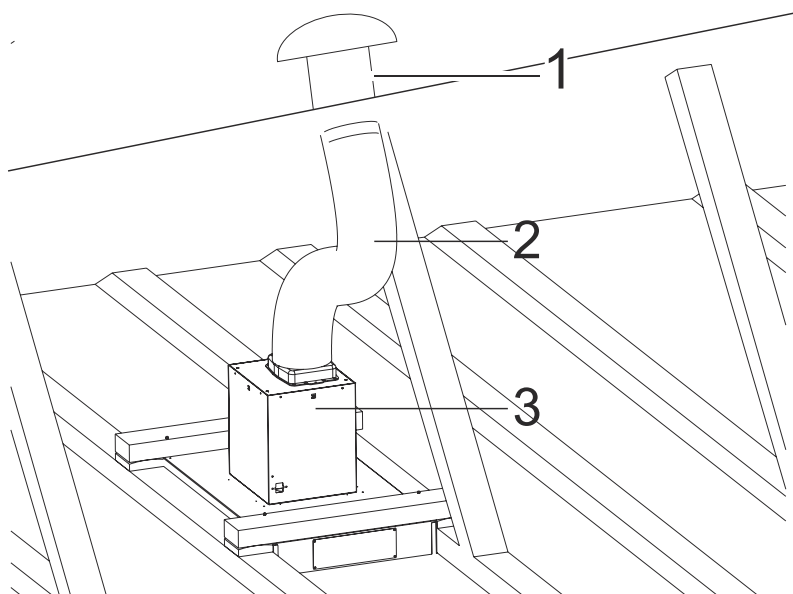

Fig. 17
6. ➤ Anslut ena änden av avgasröret till utsugsstosen ovanpå fläkten och den andra änden till takfläkten (se "Oljud från motorn" under "Service, felmeddelanden och åtgärder") (Fig. 17).